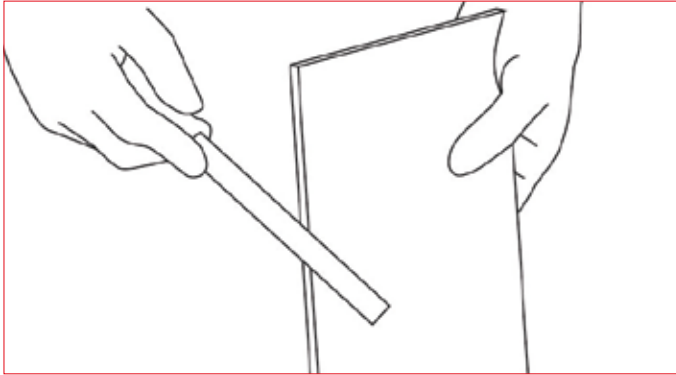

Fig. 9 – Ujevnheter på kantene kan slipes eller files
- Ujevnheter på kantene kan slipes eller files ved bruk av fint sandpapir eller fil (se fig. 9)